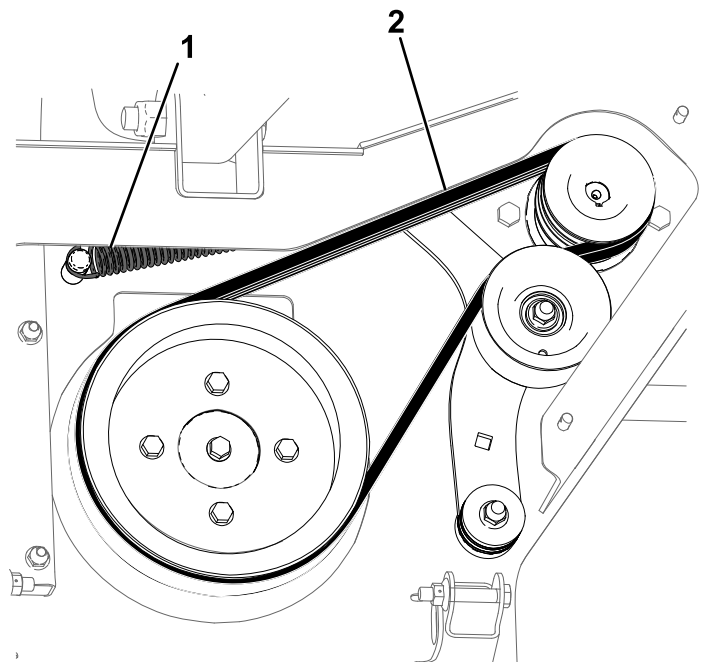

Figure 34
1. Goupille fendue (4)
4. Déchaussez la courroie des poulies (Figure 34).
5. Chaussez la courroie neuve sur la petite poulie (Figure 34).
6. Faites tourner la grande poulie à la main tout en chausant la courroie dessus (Figure 34).